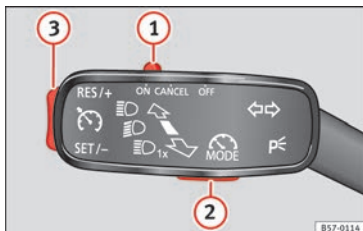

Fig. 175 A sinistra del piantone dello sterzo: comando e tasti per l'uso del regolatore di velocità.
Se si desidera disattivare temporaneamente il limitatore di velocità, ad esempio per sorpassare un altro veicolo, porre il comando » fig. 175 ① della leva degli indicatori di direzione in posizione **CANCEL** porre la terza leva nel punto di pressione **CANCEL** o premere il tasto ② di qualsiasi leva.